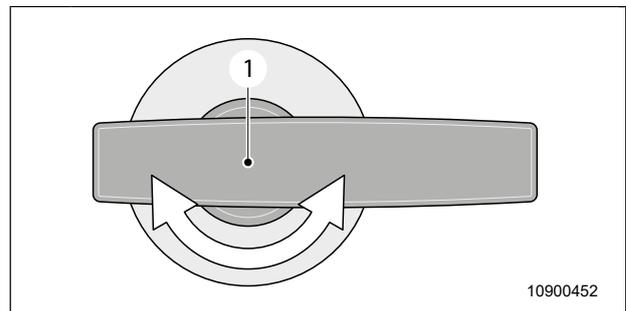

Abb. 50 Ablassventil Abwassertank
1. Ablassventil Abwassertank (Abb. 50, Pos. 1) öffnen und Abwasser an geeigneter Entsorgungsstation ablassen.
2. Ablassventil Abwassertank (Abb. 50, Pos. 1) schließen.